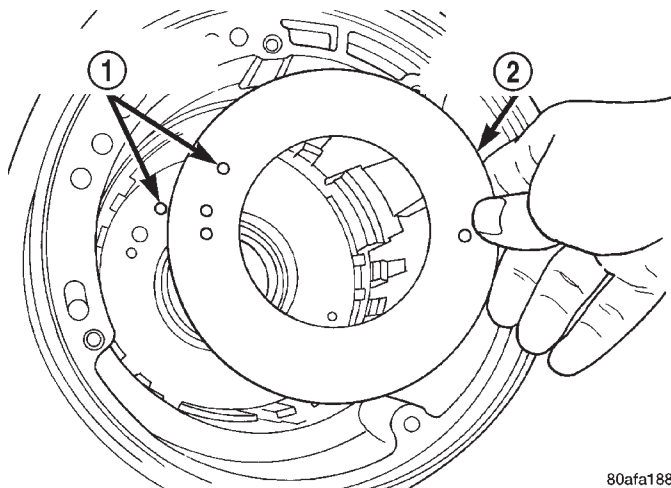

Fig. 80 Instalación de la junta del retén del émbolo
(2) Instale la junta del retén del émbolo de baja y marcha atrás (Fig. 80). Asegúrese de que los orificios de la junta están alineados con el cárter.